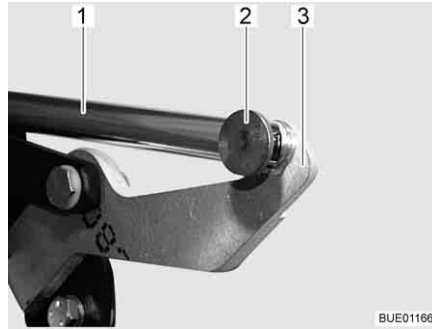

Fig. 126 Acionamento
- Separe a ligação (por ex., contrapino e pino) (Fig. 126,2) entre a biela (Fig. 126,1) e a alavanca (Fig. 126,3).